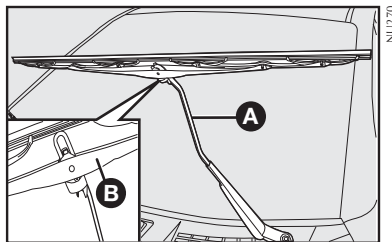

fig. 20
## Substituição das palhetas do limpador do para-brisa - fig. 20
- 2) Pressionar a palheta **B**-fig. 20 para baixo e desengatá-la do braço **A**;